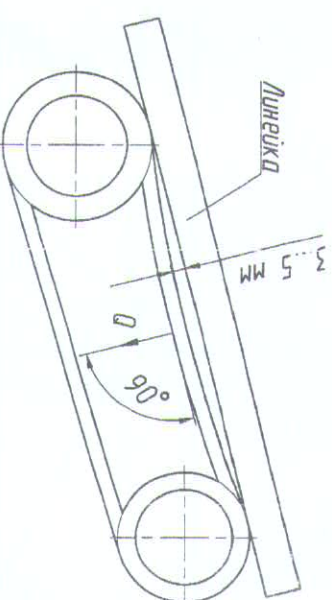

Рисунок 7
**Регулировка натяжения ремня:** к середине ремня прикрепить проволоку диаметром  $\varnothing 1$  мм и приложить усилие  $Q=60$  Н. Прогиб должен быть от 10 до 12 мм (Рисунок 7).